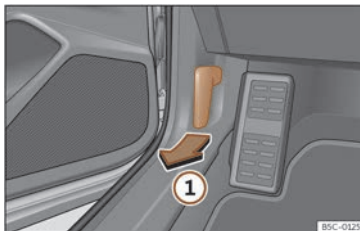

Fig. 213 Panca de desbloqueo no espazo repousapés do condutor.
- Abra a porta e puxe da panca que hai debaixo do taboleiro de instrumentos >>> fig. 213 ①.